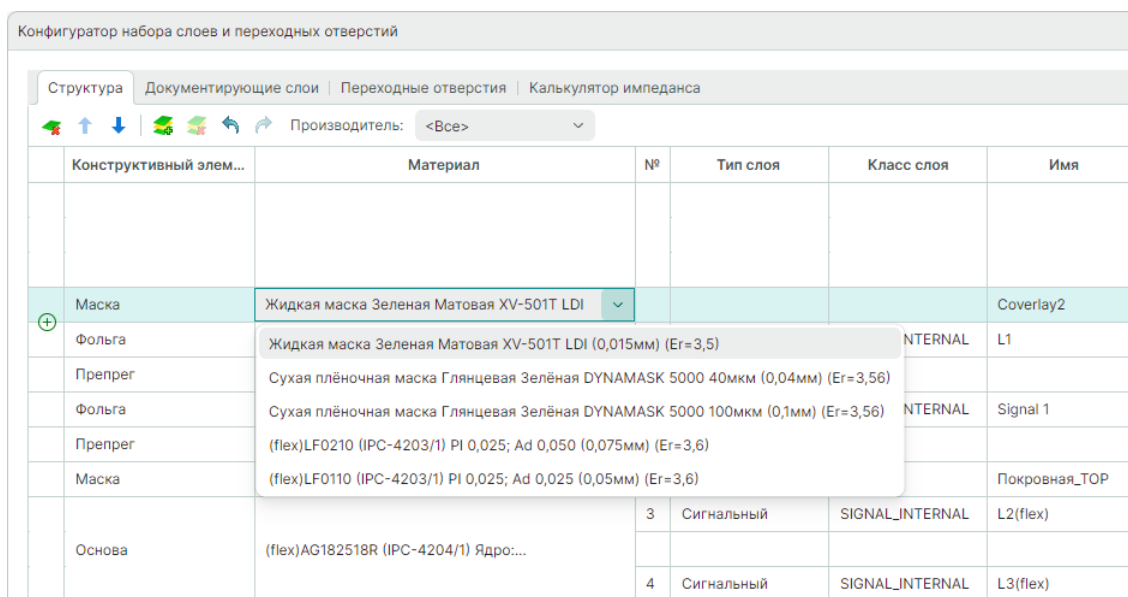

Рис. 110 Выбор материала
3. В поле «Тип материала» из выпадающего списка выберите материал добавленного конструктивного элемента, см. Рис. 110.